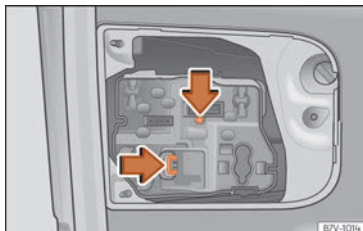

Abb. 114 In der Heckklappe: Lampenträger herausnehmen.
4. Verriegelungslaschen in Pfeilrichtung drücken »» **Abb. 114** und Lampenhalter herausnehmen.